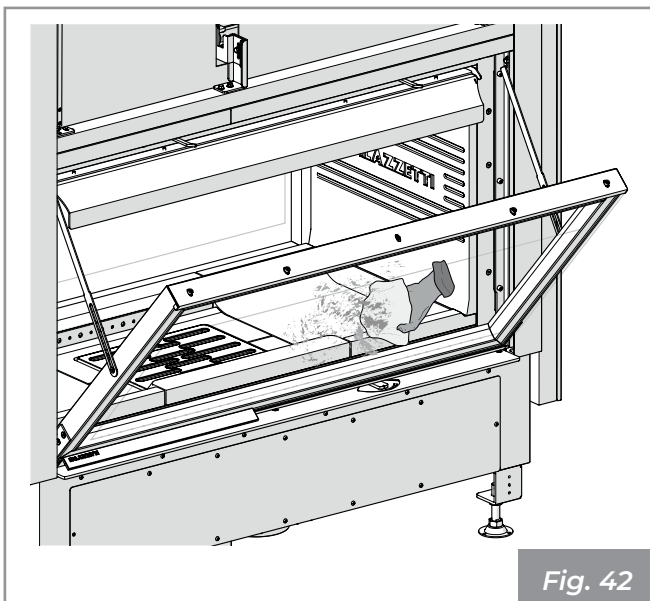

Fig. 42
- 3) Nettoyer la vitre à l'aide d'un chiffon humide ou avec du papier humidifié et passé dans de la cendre (Fig. 42).